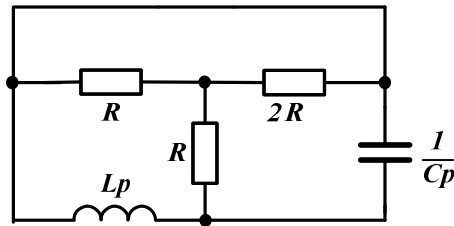

Рисунок 3. Схема для определения корня характеристического уравнения
3) Определяем корень характеристического уравнения p (см. рис. 3) через входное сопротивление $Z(p) = 0$ в схеме после коммутации (источник ЭДС заменяется на закоротку, источник тока - разрыв):